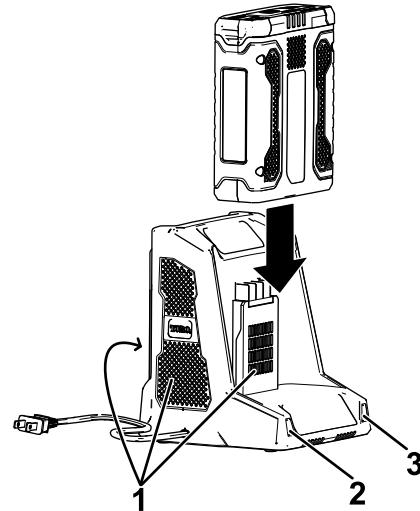

Figura 11
5. Introduzca la batería en el cargador hasta que esté completamente asentada (Figura 11).